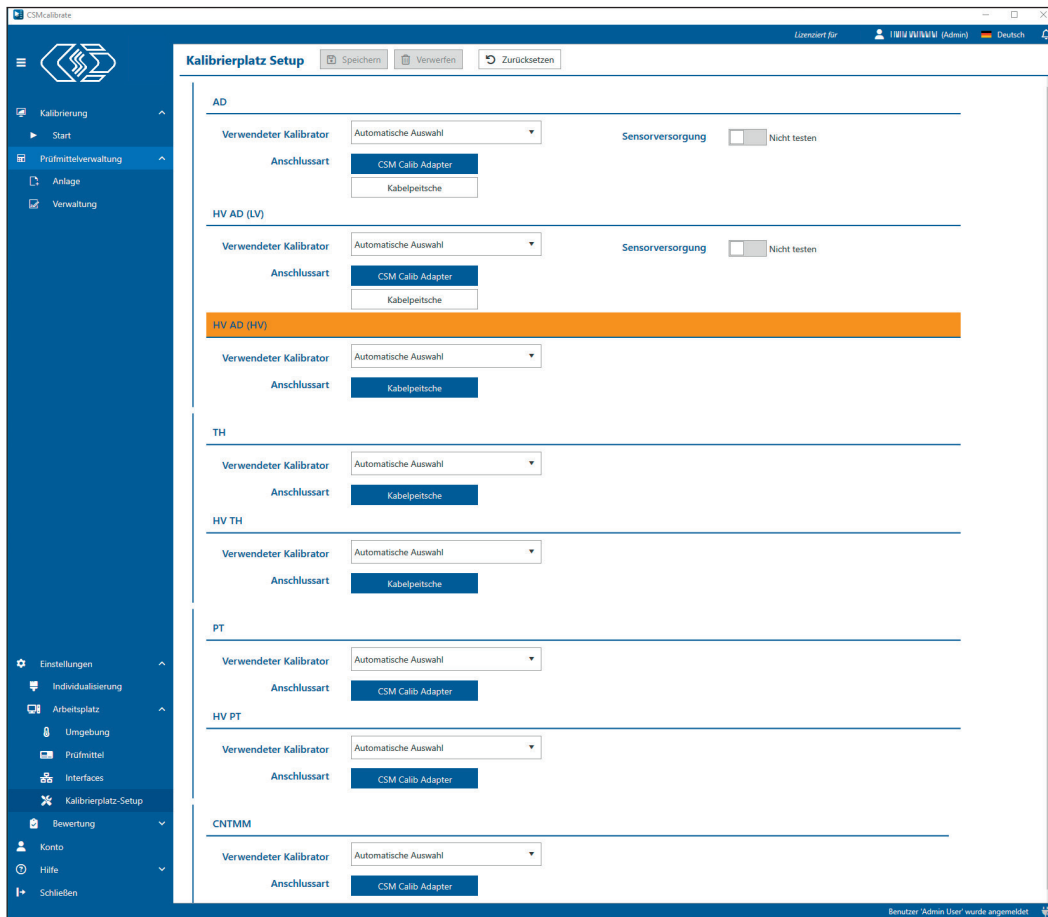

Abb. 2-19: Menü **Kalibrierplatz-Setup**
Stehen mehrere Kalibratoren zur Verfügung, kann im Auswahlménü **Verwendeter Kalibrator** (Abb. 2-19, ①) entweder der gewünschte Kalibrator direkt gewählt oder die Option „Automatische Auswahl“ definiert werden.
Unter **Anschlussart** (Abb. 2-19, ②) stehen abhängig vom Modultyp, der kalibriert werden soll, folgende Optionen zur Verfügung:
- ▶ AD/HV AD (LV): CSM Calib Adapter AD/CNT oder Kabelpeitsche
- ▶ HV AD (HV): Kabelpeitsche
Beim den Messmodultypen AD/HV AD (LV) besteht die Möglichkeit, im Anschluss an die Kalibrierung auch die Sensorversorgung des Prüflings zu testen. Hierzu muss die Option **Sensorversorgung** (Abb. 2-19, ③) aktiviert werden.